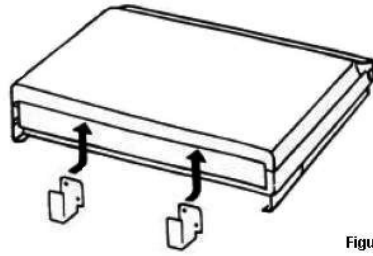

Figura 2
2. Montar los pies soporte usando los tornillos que se suministran en la bolsa de accesorios. (Figura 2)